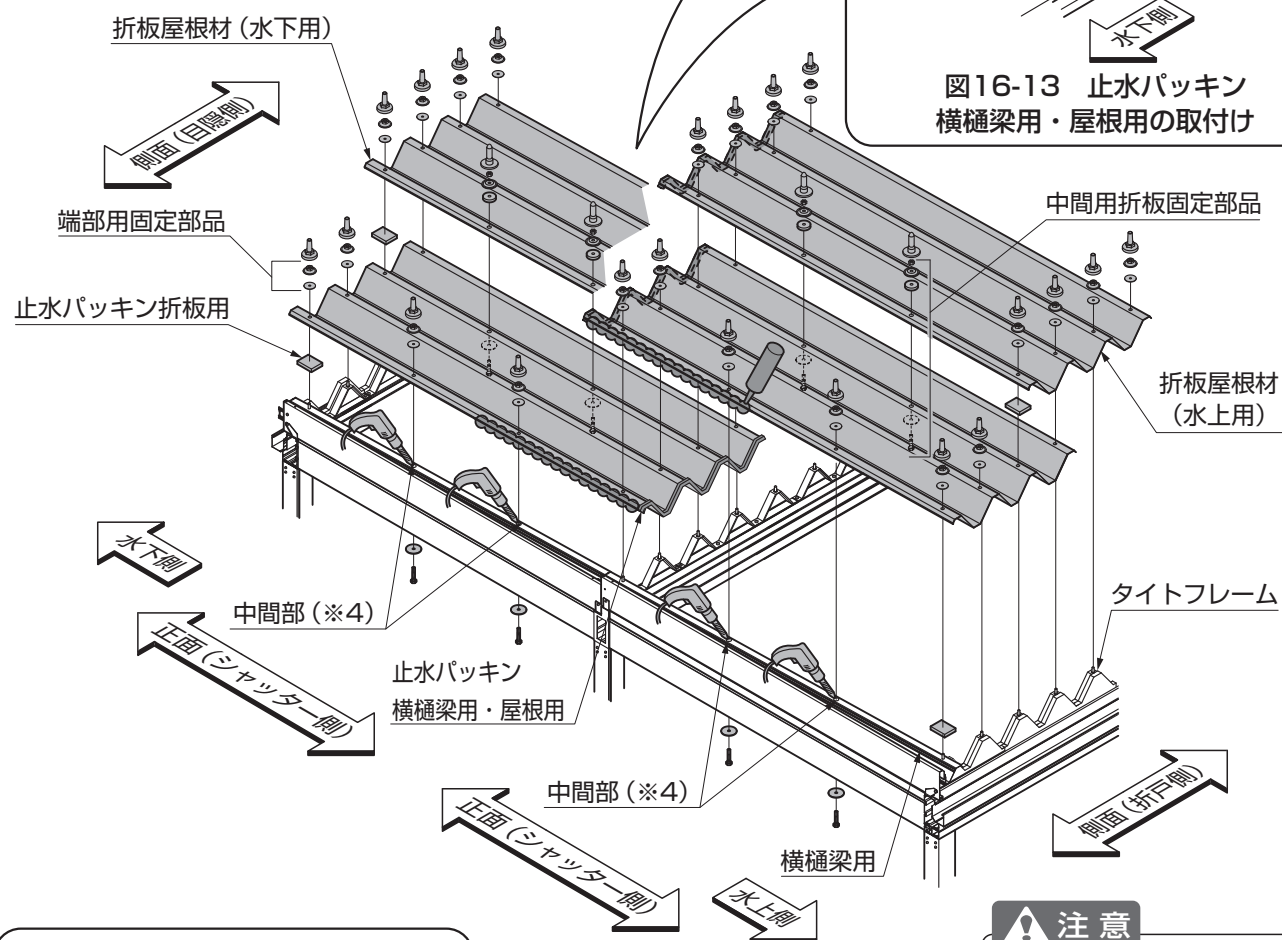
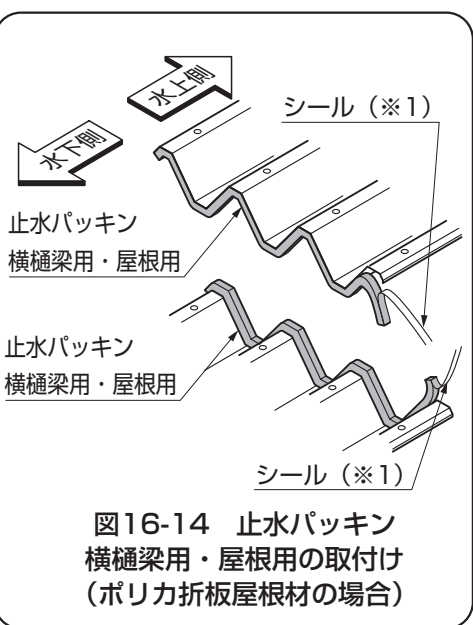

図16-13 止水パッキン
図16-14 止水パッキン
- ①水上側折板屋根材と水下側折板屋根材の中間重なり部分に、止水パッキン横樋梁用・屋根用のシール（※1）をはがして貼付けてください。（図16-13、図16-14参照）
- ポリカ折板屋根材の場合は、止水パッキン横樋梁用・屋根用を、水下側の場合は上側に、水上側の場合は下側に貼付けてください。（図16-14参照）